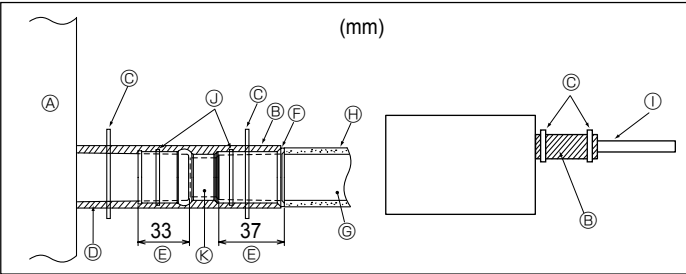

Fig. 3-5
1. Conecte el tubo de desagüe (suministrado con la unidad) al orificio de desagüe. (Fig. 3-5) (Sujete el tubo con cinta aislante y asegure la conexión con una banda.)
[Fig.3-5]